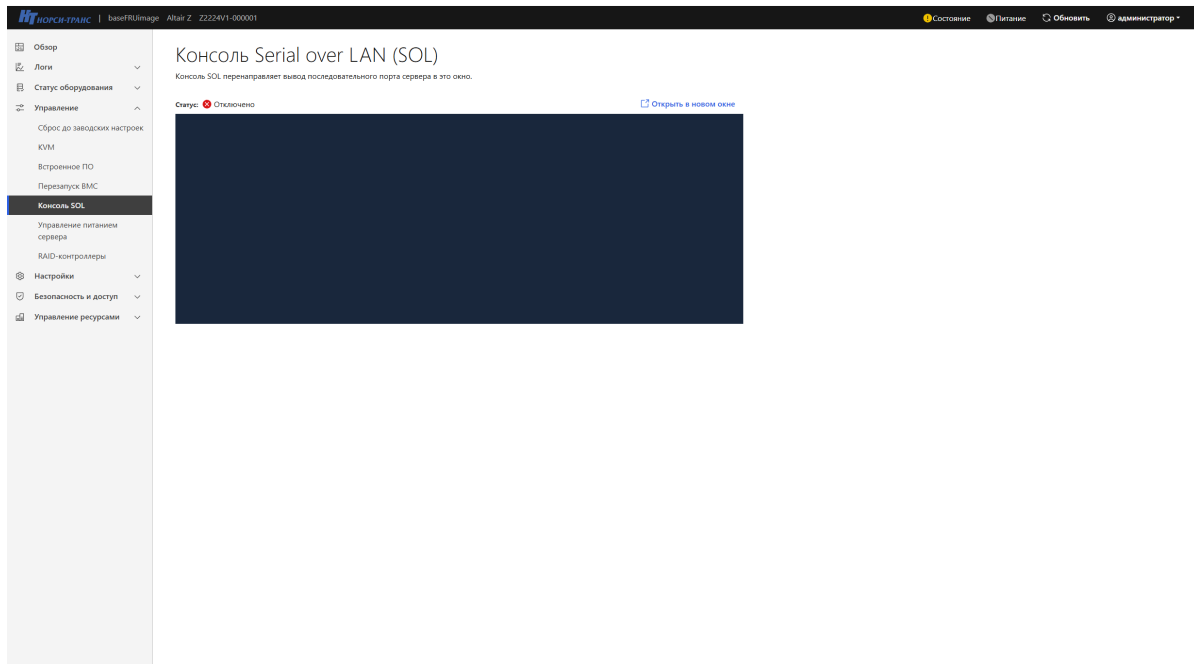

Рис. 71. Окно «Консоль Serial over LAN (SOL)»
- 5) Пройдите во вкладку «Управление» → «Консоль Serial over LAN (SOL)» в данной вкладке осуществляется перенаправление вывода последовательного порта сервера в окно браузера вашей рабочей станции. Окно показано на рис. 71 Окно «Консоль Serial over LAN (SOL)»